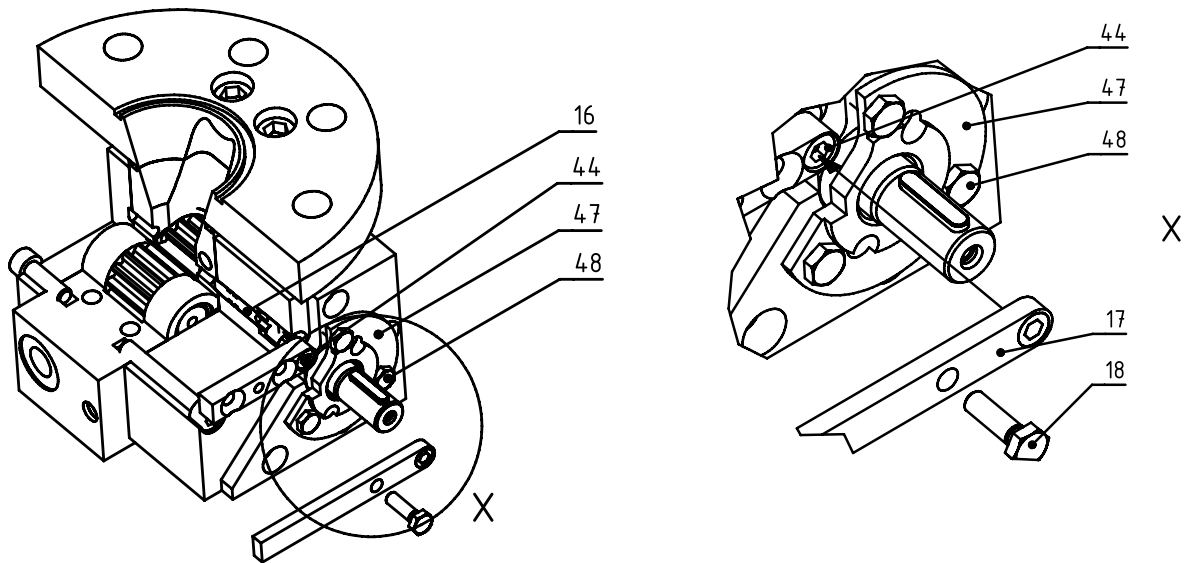

Рисунок 5.7 Снять защиту 17
- 7.1 Отвинтить винт 18 и снять защиту 17 (рисунок 5.7, страница 31).